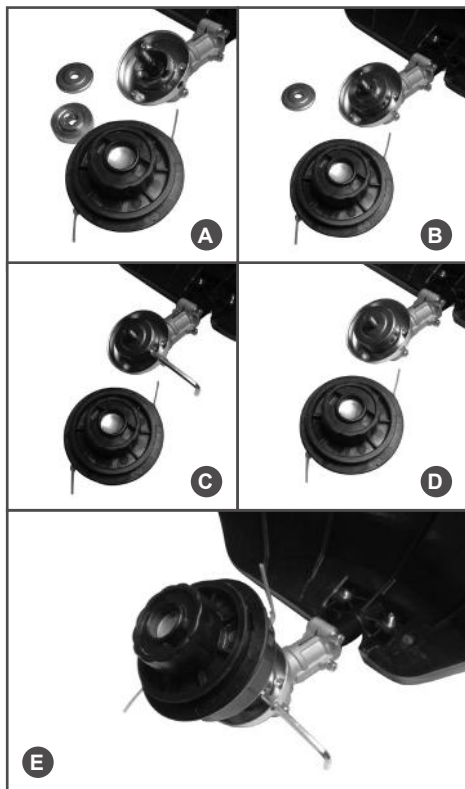

Рис. 10. Установка триммерной головки
Для установки триммерной головки (Рис. 10А) необходимо последовательно:
- установить защитную шайбу 3 так, чтобы отверстие в шайбе В встало напротив выемки А в корпусе редуктора (Рис. 10В);
- установить шайбу прижимную (Рис. 10С);
- установить стопор так, чтобы он прошел через отверстие С в защитной чашке, отверстие В в защитной шайбе и выемку А в корпусе редуктора, как показано на Рис. 10Д);
- установить и затянуть гайку триммерной головки (Рис. 10Е).